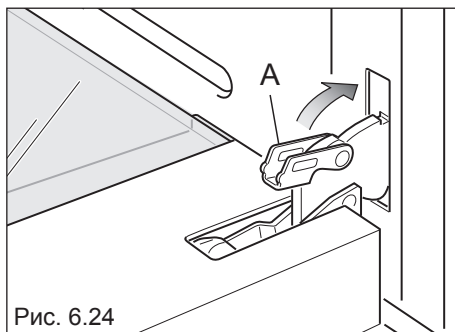

Рис. 6.24
3. Полностью откройте дверцу духового шкафа и замкните рычаг "А" на левом и правом шарнирах (Рис. 6.24)